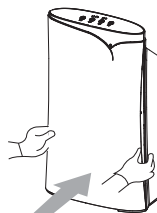

图4
- 4、安装前面盖：将前面盖底部扣对齐插入，然后将前面盖上部对准两插槽，主体的装置会扣住前面板。(图4)